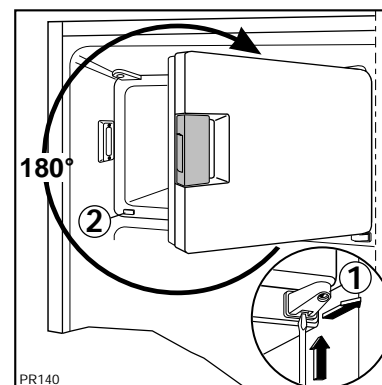

Fig. 10
Utilisez un tournevis pour décrocher le support (1), en appuyant sur le ressort à l'intérieur (Fig. 10), puis pour l'extraire de son logement, en même temps que la porte;